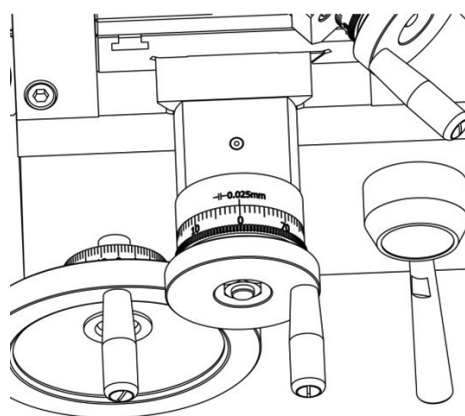

Bild 15: Justera skalring.
2. Håll handratten stilla och vrid skalan så att siffran 0 är inriktad med markeringen 0,000 på tvärsliden (se bild 15). Så länge du vevar handratten medurs påverkar tvärslidens dödgång inte avläsningen på skalan.